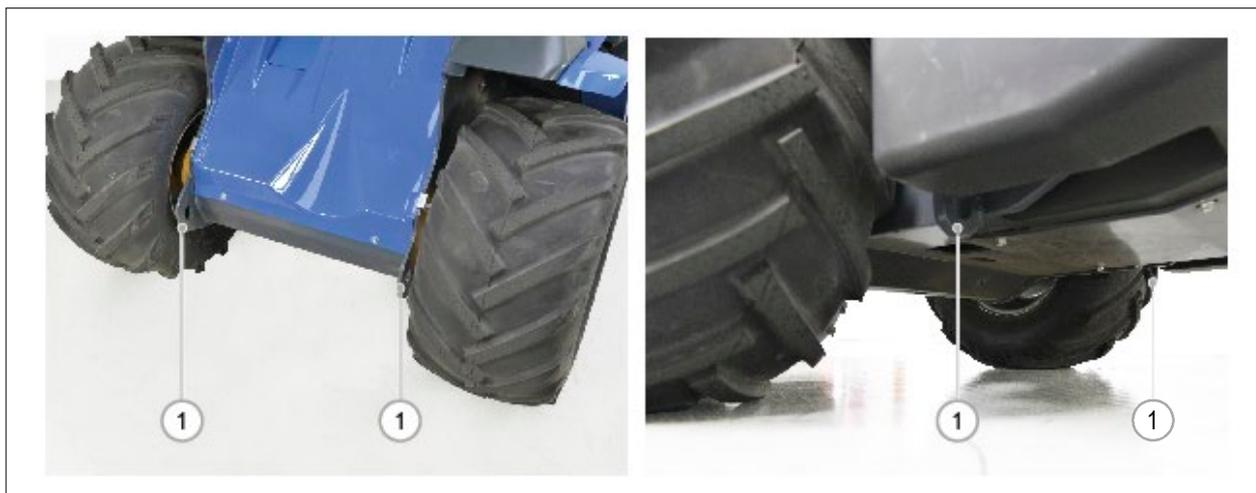

РИС. 19
- 8) Убедитесь, что машина закреплена на платформе транспортного средства с помощью тросов, ремней, колесных зажимов на точках крепления (РИС. 19 – Сс. 1).